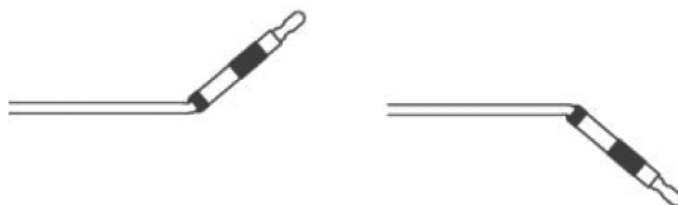

Figure 6
- b. Redresser ensuite le dispositif d'insertion à sa position initiale; continuer à plier et redresser jusqu'à ce que la tubulure du dispositif d'insertion s'ouvre, exposant ainsi l'élément de largage (Figure 6).